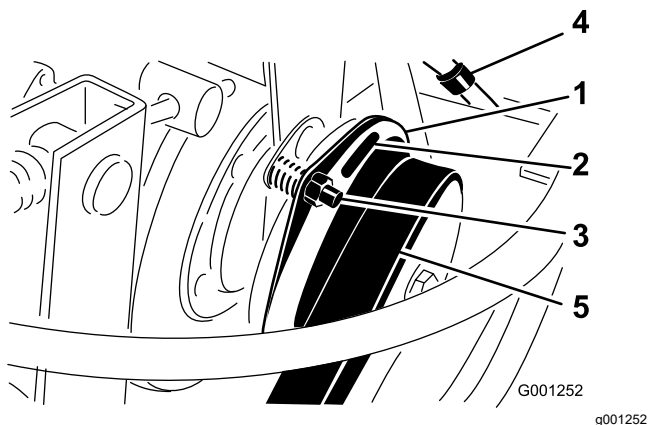

図 95
6. クラッチのライニングと摩擦プレートとの間のギャップを 0.38 mm のすきまゲージが通れるように調整する **図 95**。
注 調整ナットを右に回すと隙間が小さくなる **図 95**。整備時の隙間の最大値は 0.76 mm である。3 か所すべてでエアギャップの調整を行う。